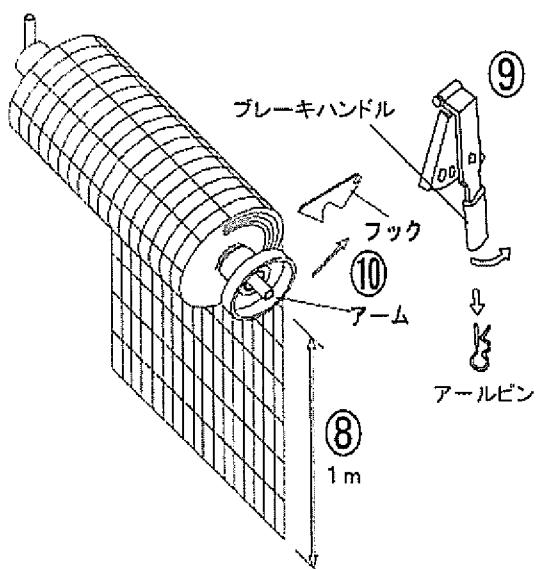
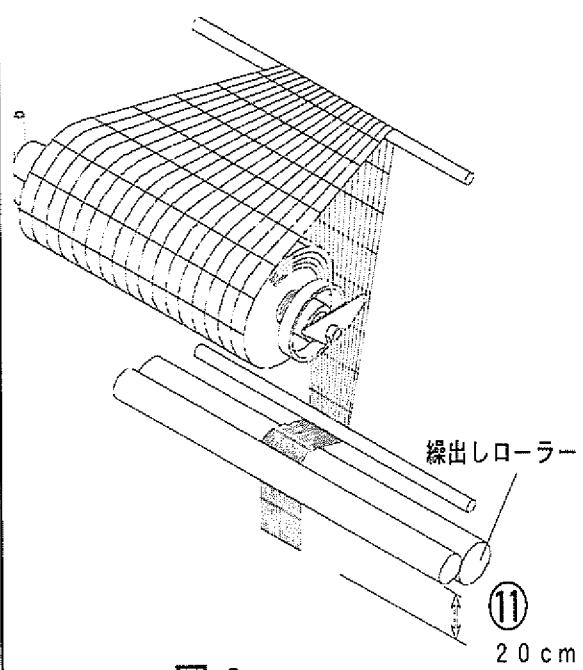

図 2 (1mネットセット図)
図 3 (1mネットセット図)
6. ブレーキハンドル⑨のRピンを抜きブレーキを解除してください。
7. ネットを図2のように1m程度引き出してください。⑧
8. アームを戻し⑩、フックで固定してください。
10. ネットを束にして図3のように通してください。